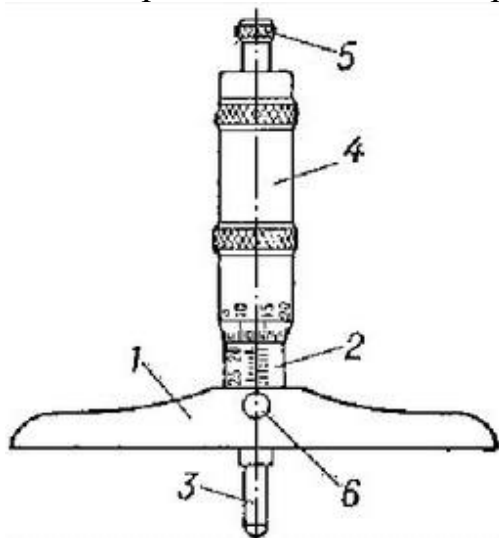

Рис.5.
- 11 Перечислите детали микрометрического глубиномера (Рис.5).